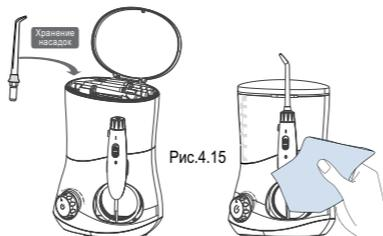

Рис.4.15
4.15. После использования прибора отключите его от сети, положите насадки для хранения в отсеке, вытрите прибор насухо (рис.4.15).